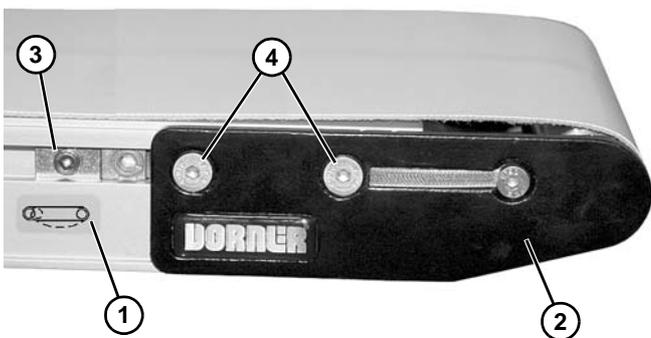

Figure 32
5. Sur l'extrémité où se trouve le tendeur de bande, identifié par , (**Figure 32, élément 1**) assembler en poussant la plaque de tête (**Figure 32, élément 2**):
- a. Sur les deux côtés du convoyeur, desserrer et éloigner des plaques de tête les rives de guidage (**Figure 32, élément 3**) (si elles sont fournies).
- b. Desserrer les vis de fixation (**Figure 32, élément 4**) et pousser la plaque de tête vers l'intérieur.